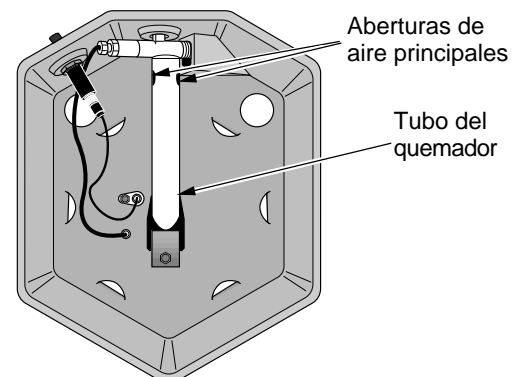

Figura 5: Vista longitudinal de la parte inferior del calentador
Para revisar que la llama del quemador sea la apropiada, mire a través de los orificios de ventilación en la parte superior del calentador para ver la llama del quemador. La llama del quemador debe estar azul en su mayoría, con coloraciones amarillas en las puntas. Si la llama del quemador está amarilla en su mayoría, es posible que las aberturas principales en el tubo del quemador bajo la base del calentador estén bloqueadas (consulte la figura 5).
- Volque el calentador para situar las aberturas principales de aire en el tubo del quemador (consulte la figura 5). Extraiga cualquier basura que esté bloqueando las aberturas principales de aire.